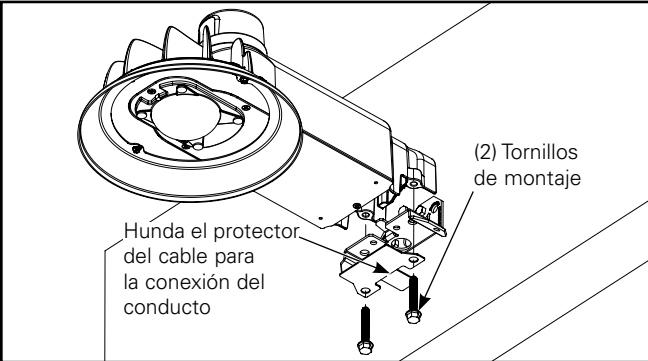
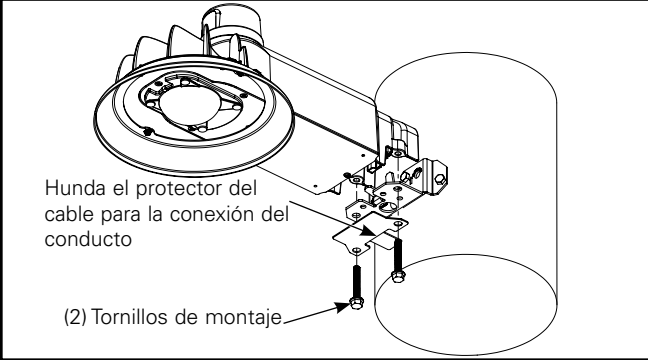

Figura 4.
Figura 5.
5. Usando el zócalo de 1/2 pulg., instale el blindaje de alambre como se muestra con los dos pernos de montaje de la luminaria a través del soporte de pared / poste y en la luminaria. Si se prefiere la conexión al orificio del conducto en la parte inferior del soporte de montaje, retire la pestaña ciega del protector del cable. Apriete a 6-8 pies-libras. (Figura 4 y Figura 5.)